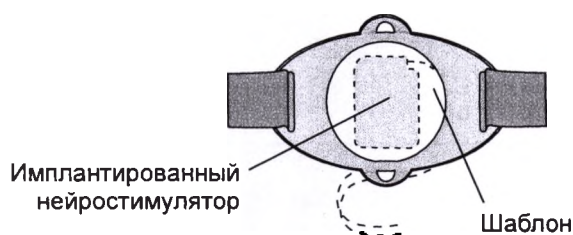

Рис. 2.2 Наложение ремня или кобуры над
- В зависимости от места имплантации нейростимулятора может понадобиться более одного шаблона (Рис. 2.2), чтобы
2. Наложите ремень или кобуру с шаблоном или отверстием по центру нейростимулятора (Рис. 2.2). Произведите фиксацию принадлежности. При необходимости